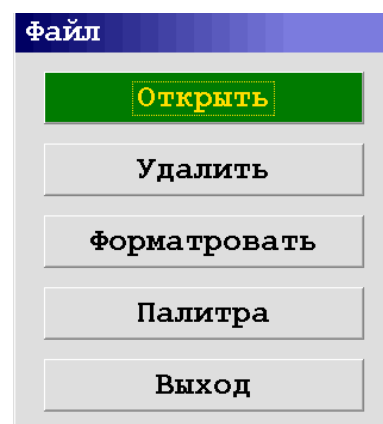

Рис. 5.11 - Меню «Файл»
2. «Файл» – опция позволяет выбрать для просмотра на экране дисплея прибора сохраненные файлы с радарограммами, либо удалить сохраненные файлы, применить к радарограммам цветовые палитры, отформатировать Flash-диск памяти прибора (Рис. 5.11):